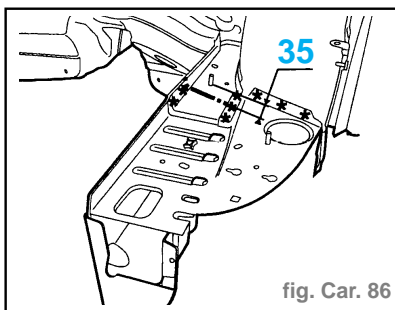

fig. Car. 86
- Tracer puis découper à l'aide d'une meule épaisseur **1 mm** (coupe provisoire) (fig. Car. 86).